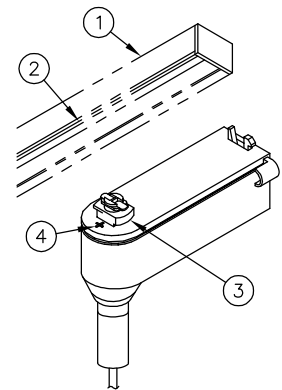

FIGURE 2
13.- Note that one side of the Track (1) has a Polarity Notch (2). Position mounting head Support Wings (3) parallel to Track with the (+) Sign (4) on same side as the Polarity Notch (2). See Figure 2.
13.- Notez bien qu'un côté (1) du rail est muni d'un cran polarisé (2). Situez les ailes de support de la tête de montage (3) en position parallèle au rail avec le signe (+) (4) du même côté que le cran polarisé (2). Voir la Figure 2.